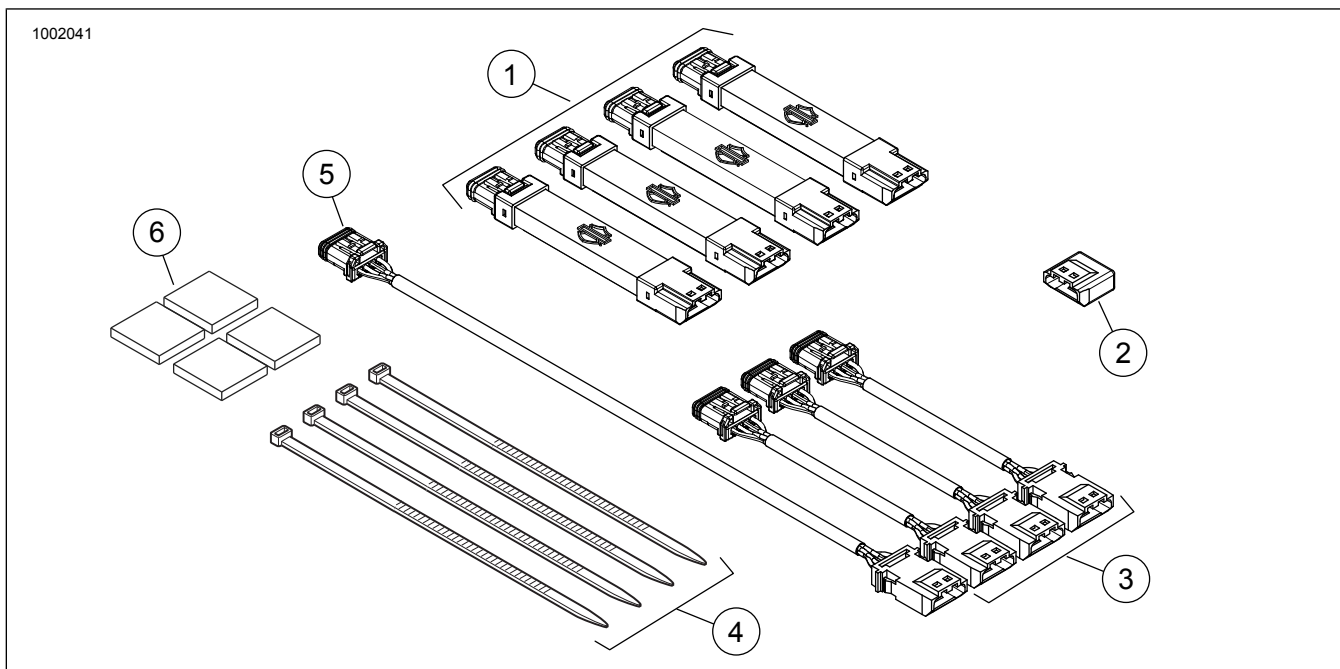

图2。维修零件：SpectraGlo灯串套件
参见图2。和表1。
2. 参见图2。按照需要的配置组装(干式安装)灯串(1)和线束(3和5)。